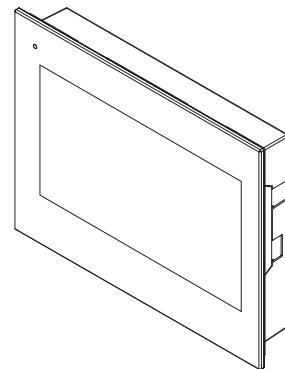

Fig. 12
5. Il videocitofono è installato (**Fig. 12**), alimentare l'impianto e verificare che funzioni correttamente.